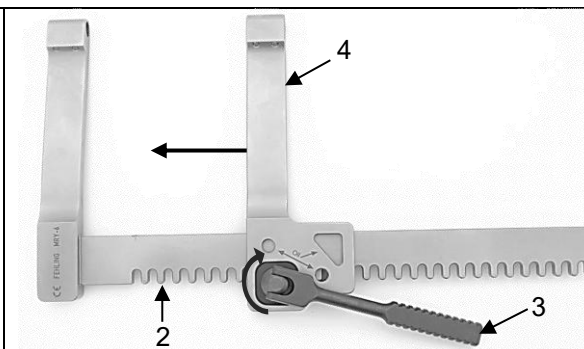

Fig. 17
Veiller à ce que les deux bras de l'écarteur soient orientés dans la même direction, comme le montre la Figure 17.
En tournant le levier d'entraînement (3) dans le sens des aiguilles d'une montre, déplacer le bras d'écarteur mobile (4) sur la crémaillère (2) vers l'intérieur en direction du bras d'écarteur fixe (1) (Fig. 17).